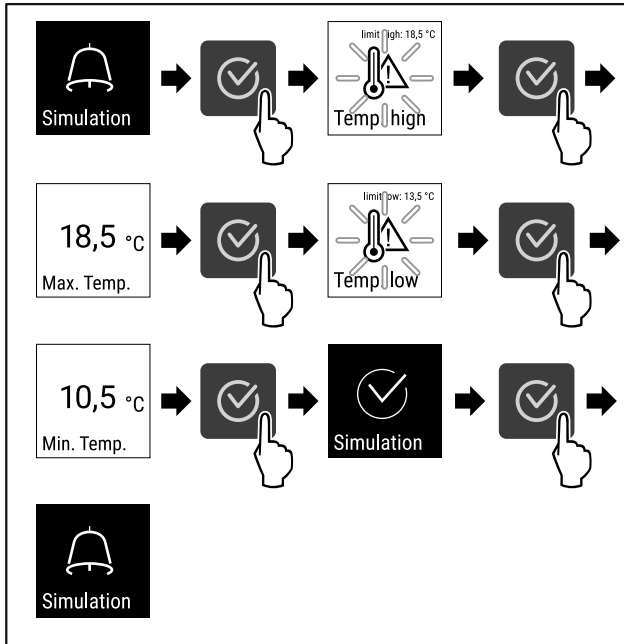

Fig. 109
- ▶ Seguir los pasos de procedimiento (consulte Fig. 109).